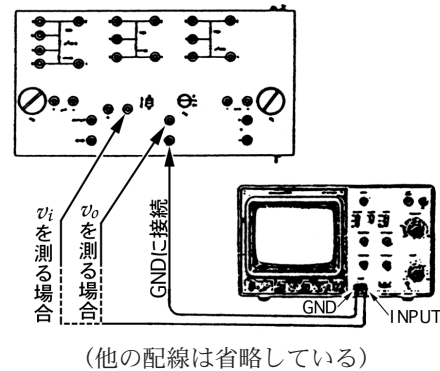

図 1 4
- ① トランジスタの電圧増幅率  $A_v$  は出力電圧  $v_o$  と入力電圧  $v_i$  の比で求まる ( $A_v = v_o / v_i$ )。 $v_i$  は回路盤の B 端子で、 $v_o$  は OUTPUT 端子で測定する。発振器の出力を少しずつ増やし、 $v_o$  の振幅が増加しなくなるまで  $v_i$  と  $v_o$  を同時に測定し、それらの関係をグラフに描く。交流信号の電圧は 3 5 ページの図 1 4 に示すように、正弦波の上端と下端の間の大きさ (peak-to-peak 値) を読み取るとよい。オシロスコープの波形が見えない場合
には LEVEL または V-POSITION を調節してみる。オシロスコープの垂直軸入力端子が 1 つしか無いので、図 1 4 に示すように B 端子と OUTPUT 端子に交互に接続し、かつオシロスコープの垂直軸感度を適当に調節して交流電圧を読む。この時、入力結合切換スイッチ (AC-GND-DC) を AC に切り換えておくこと測定が容易になる。